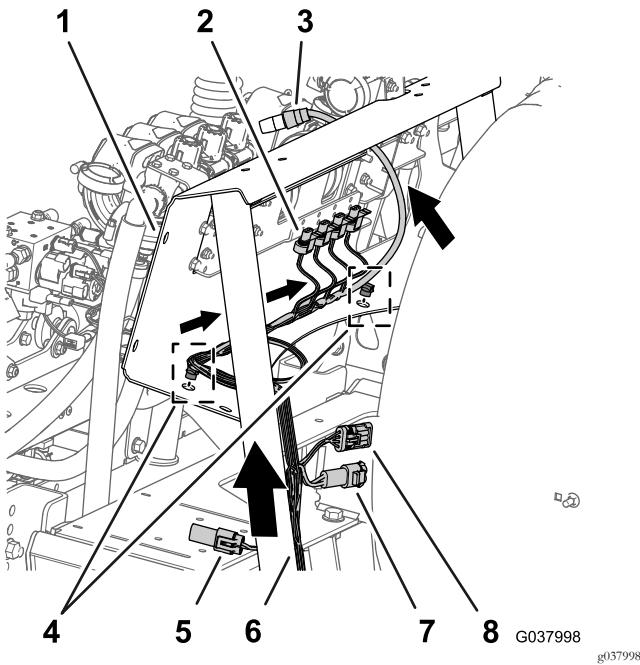

Figura 112
1. Disponete la diramazione da 76 cm (30 poll.) del cablaggio preassemblato all'interno del montante di supporto per il supporto della valvola e indietro verso le valvole di sezione delle barre e la valvola dell'agitatore, come illustrato nella Figura 112.
2. Inserite i dispositivi di fissaggio a spinta della diramazione da 76 cm (30 poll.) nei fori della flangia inferiore del supporto del collettore (Figura 112).